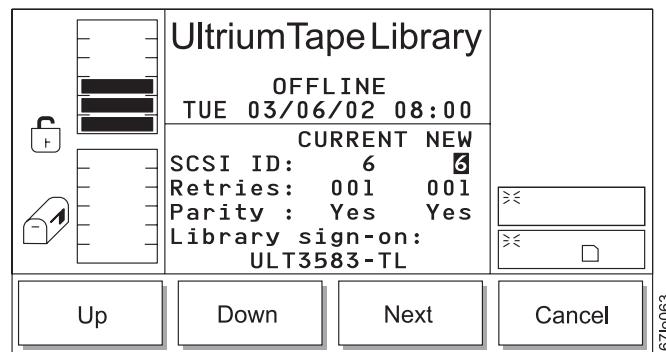

Abbildung 49. Kassettenarchiv-SCSI-Dialog
2. Wählen Sie **Setup —> Library —> SCSI** aus. Der SCSI-Dialog erscheint (siehe Abb. 49). Die vorhandene ID ist der Wert im Feld **SCSI ID: CURRENT**.
Tabelle 13. Übersetzung von Abb. 49 auf Seite 65, Kassettenarchiv-SCSI-Dialog